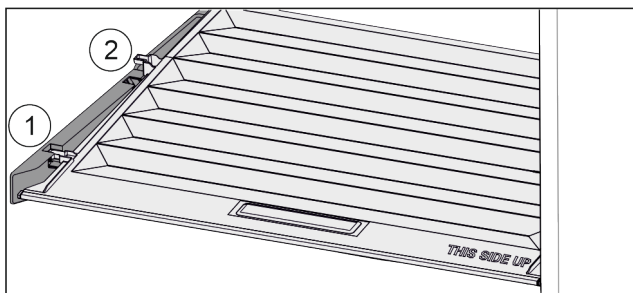

Fig. 144
- ▶ Veko potiahnite dopredu až k otvoru v prídržných dieloch Fig. 144 (1).
- ▶ Vzadu ho nadvihnite zospodu a zložte smerom nahor Fig. 144 (2).